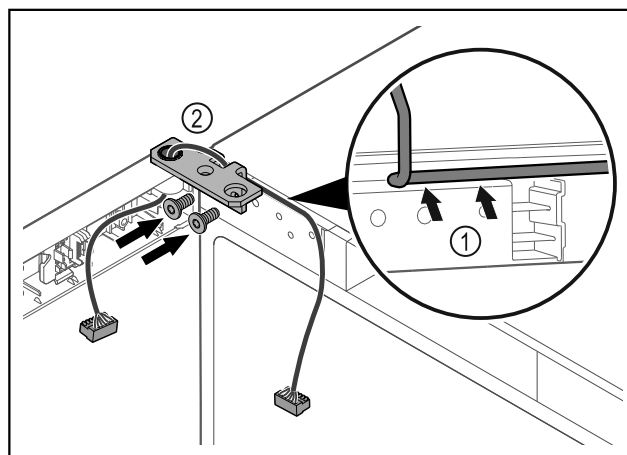

Fig. 36
- Ved'te kabel skrz vybrání úhelníku závěsu a opatrně jej položte Fig. 36 (1).
- Našroubujte úhelník závěsu Fig. 36 (2).